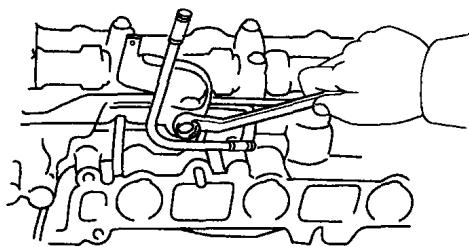

图 1-21 拆下 PCV 管
- (4) 旋下螺钉，如图 1-21 所示，拆下 PCV 管。